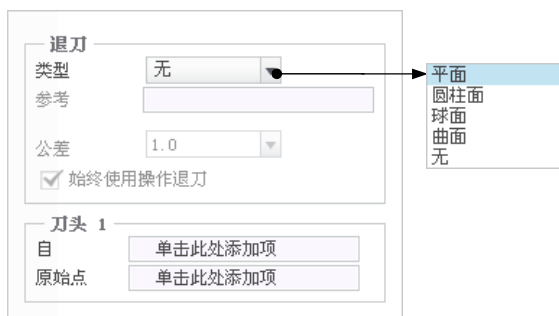
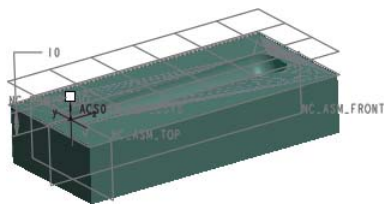

图 2.5.7 退刀设置界面
图 2.5.8 显示退刀平面
Step7. 退刀面的设置。在“操作”操控板中的单击 **间隙** 按钮，系统弹出图 2.5.7 所示的设置界面，然后在 **类型** 下拉列表选取 **平面** 选项，单击 **参考** 文本框，在模型树中选取坐标系 ACS0 为参考，在 **值** 文本框中输入数值 10.0，在 **公差** 文本框中输入数值 0.2，此时在图形区预览退刀平面，如图 2.5.8 所示。